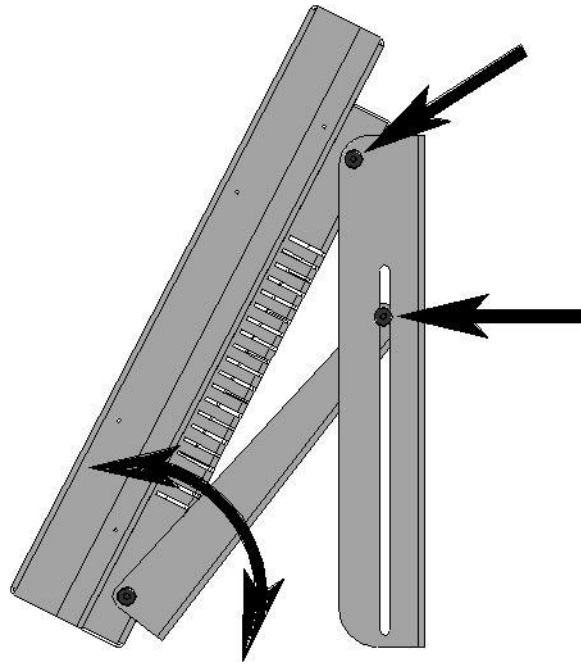

Рис.8 Регулировка угла наклона
- Привинтите верхнюю пару болтов, затем поворачивая опору крепления отрегулируйте необходимый угол наклона терминала и привинтите оставшуюся пару болтов (рис.8). Затяните все болты.